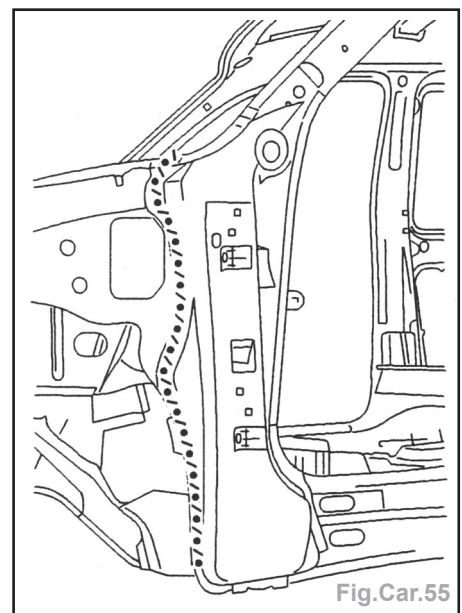

Fig.Car.55
- Appliquer un mastic d'étanchéité (A4) (Fig.Car.55).